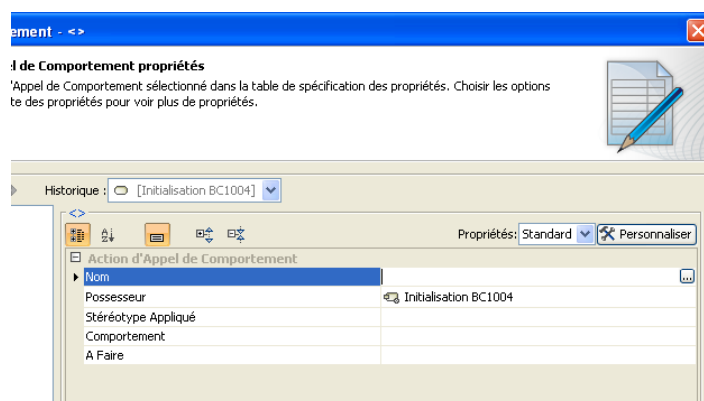

Figure 4 Paramétrage du symbole Action
- Choisir l'option **spécification** pour ouvrir la boîte de dialogue de la figure 4